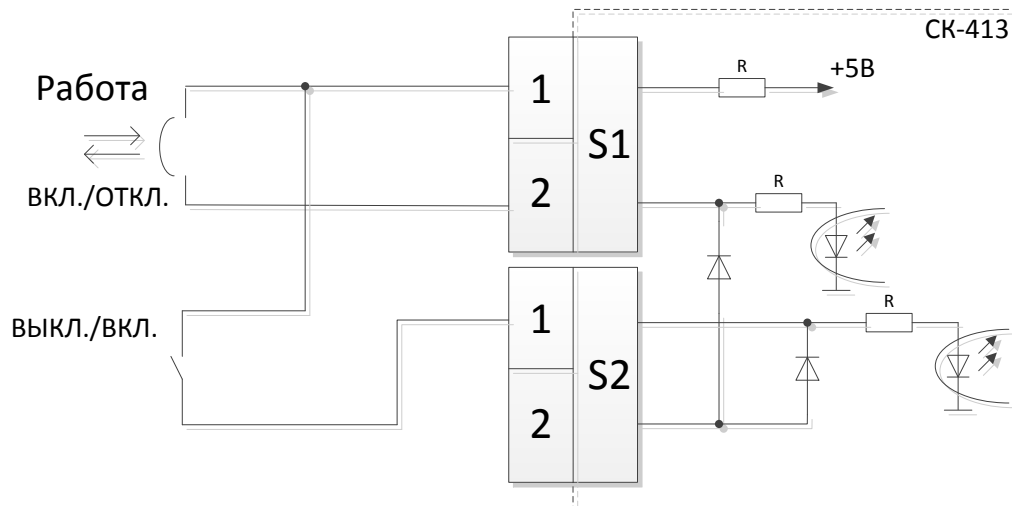

Рисунок 4.1 – Входные сигналы
**В импульсном режиме** (S1.1-S2.1 разомкнуты) *изменение* состояния вкл/выкл происходит в момент замыкания S1.1-S1.2. См. рисунок 4.1.